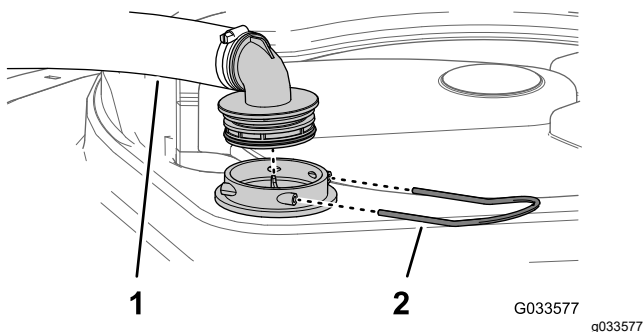

Figura 100
2. En la parte superior del depósito de fumigación, retire la horquilla de retención que sujeta el acoplamiento que está conectado a la manguera grande y al alojamiento del filtro (Figura 100).
3. Retire la manguera y el acoplamiento del alojamiento del filtro (Figura 100).